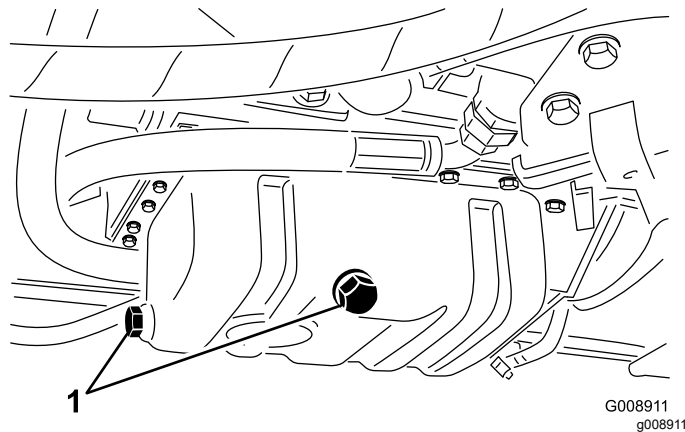

Figura 74
3. Retire cualquiera de los tapones de vaciado (Figura 74) y deje fluir el aceite a un recipiente apropiado; cuando todo el aceite se haya drenado, instale el tapón de vaciado.